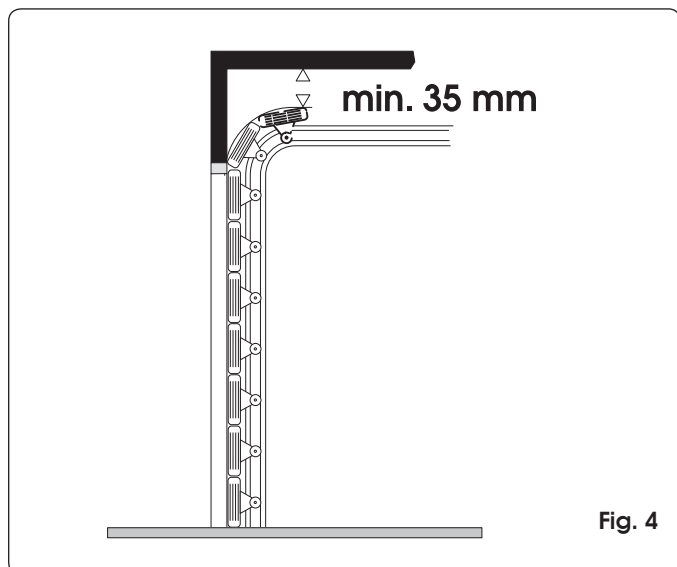

Fig. 4
| Encombrement maximum à partir du plafond (mm) | 35 (Fig. 4)                     |
- Contrôler qu'il existe un espace d'au moins 35 mm entre le plafond et le point de coulissement le plus élevé de la porte (Fig. 4).
- 2) Tracer sur le linteau une ligne horizontale correspondant à la hauteur maximale atteinte par la porte au cours du mouvement (voir Fig. 4).